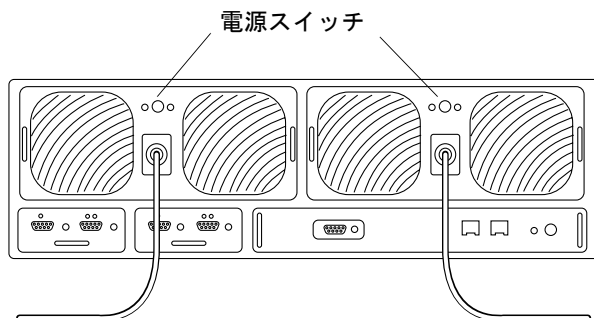

図 14-5 電源・冷却装置に接続された電源コード
各電源・冷却装置のコネクタ用の電源コードはそれぞれ独立していて、冗長なケーブル接続になっています。完全な冗長化のためには、代替 AC 電源に電源コードを接続する必要があります (図 14-5 を参照)。
1. 電源スイッチを押して電源・冷却装置の電源を切ります (図 14-5)。
3. 電源・冷却装置側の電源コードのコネクタの両側を押して、電源コードを取り外します (図 14-5)。